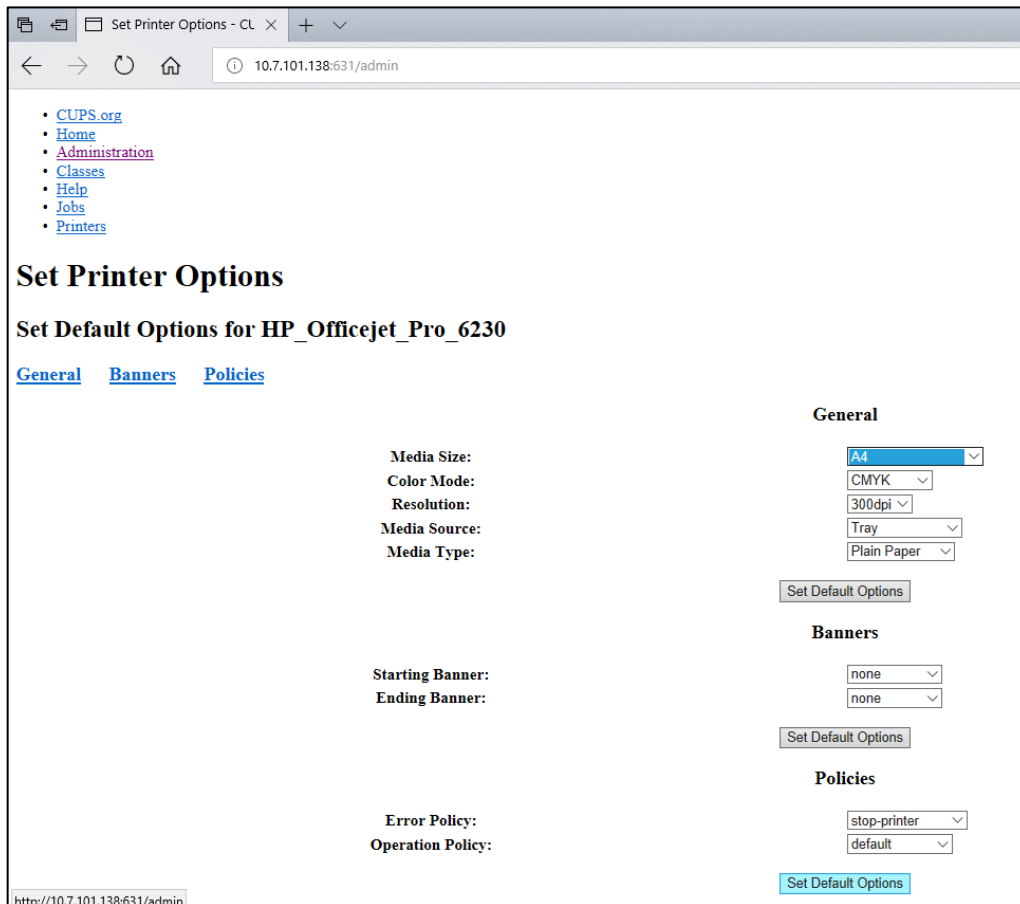

Figura 84. Selezione del formato di stampa corretto.
7. Selezionare il Media Size (Formato di stampa) corretto (ad esempio "A4") perché alcune stampanti non stampano se il formato della carta è sbagliato. Successivamente, salvare la selezione premendo Set Default Options (Imposta opzioni predefinite) (Figura 84).